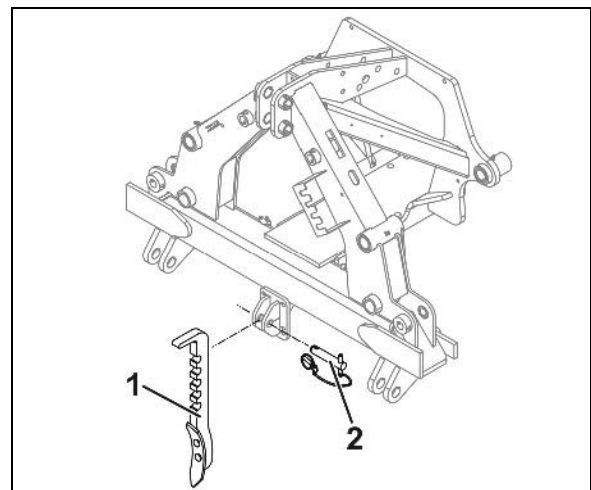

Fig. 22
1. Der Mitteldammlockerer (Fig. 22/1) wird zentral vor der Maschine mit dem Absteckbolzen (Fig. 22/2) befestigt und in der Höhe eingestellt.